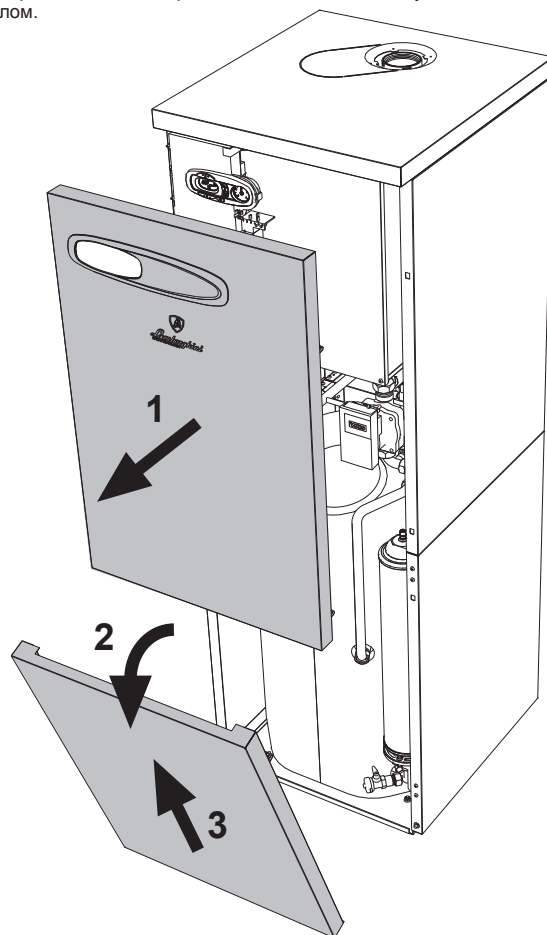

рис. 24 - Открытие передней панели
- Снять переднюю панель (см. рис. 24).
Чтобы открыть обшивку котла, следует потянуть на себя панель и отцепить ее (см. рис. 24).